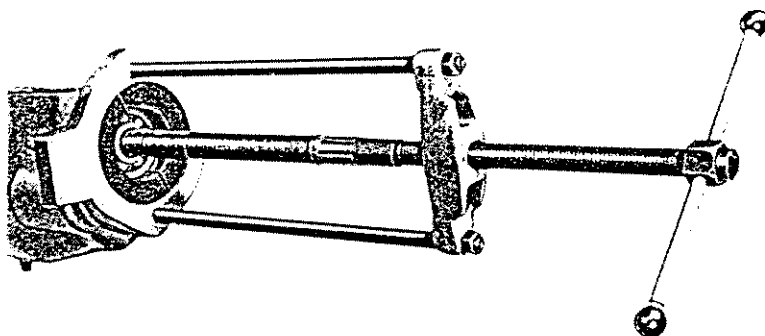

Abb. 13 Ausbau des hinteren Hauptwellenlagers. Die Schnittzeichnung links zeigt, wie das Werkzeug in die Kerbe des Kugellagers eingreift.
Die Teile (35), (34), (33) entfernen und mit einem Churchill-Abzieher Nr. S.4221A/15 das Kugellager (32) von der Hauptwelle abziehen. Siehe Abb. 13.